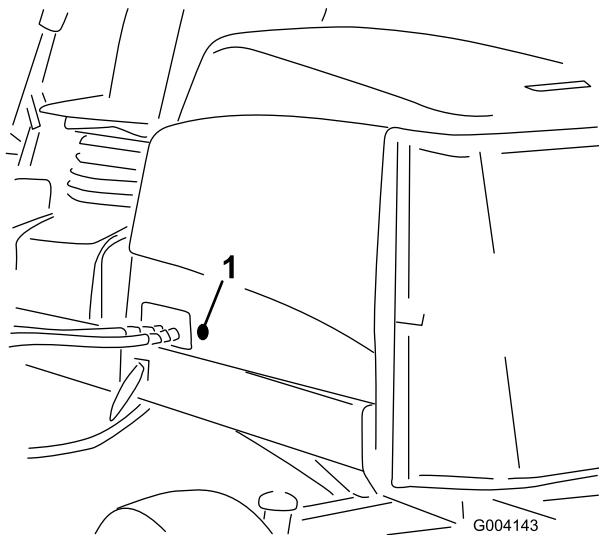

図 18
2. フードの左側についているゴム製のハトメを取り外す (図 18)。